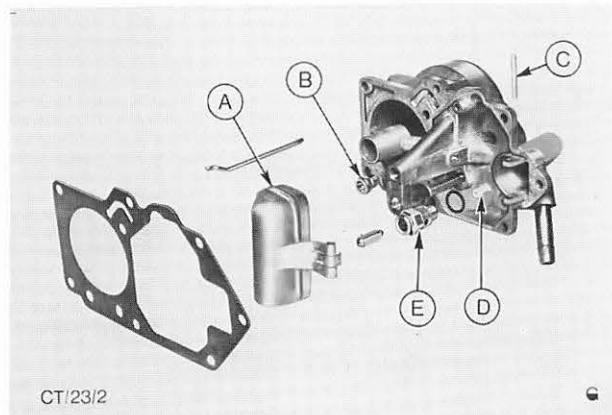

Abb. 42 Vergaserdeckel zerlegt
4. Schwimmerachse heraustreiben, Schwimmer und Nadelventil entfernen. Vergaserdeckeldichtung abnehmen und Schwimmernadelventil-Gehäuse mit Filtersieb abschrauben. Filtersieb herausnehmen. Abb. 42.